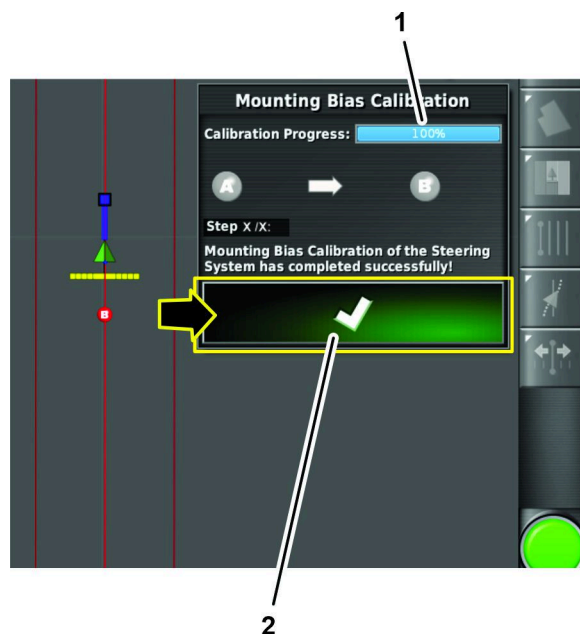

Figura 172
- El cuadro de diálogo que indica Progreso de calibración 100 %; pulse el icono Confirmar (Figura 172).